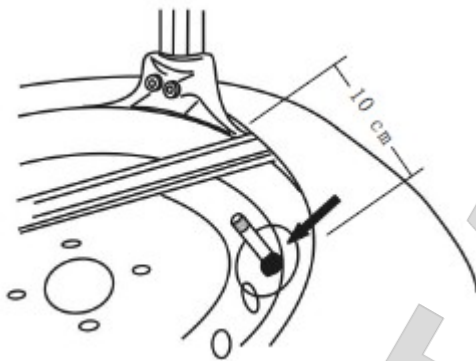

Рис. 18
*При наличии автомобильной камеры, чтобы избежать её повреждения, расположите ниппель на расстоянии 10 см от монтажной головки (рис. 18)*